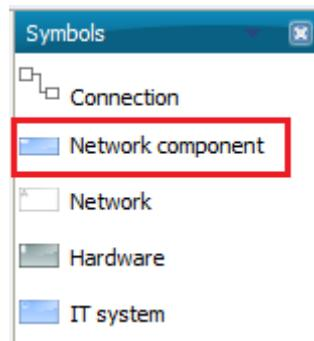
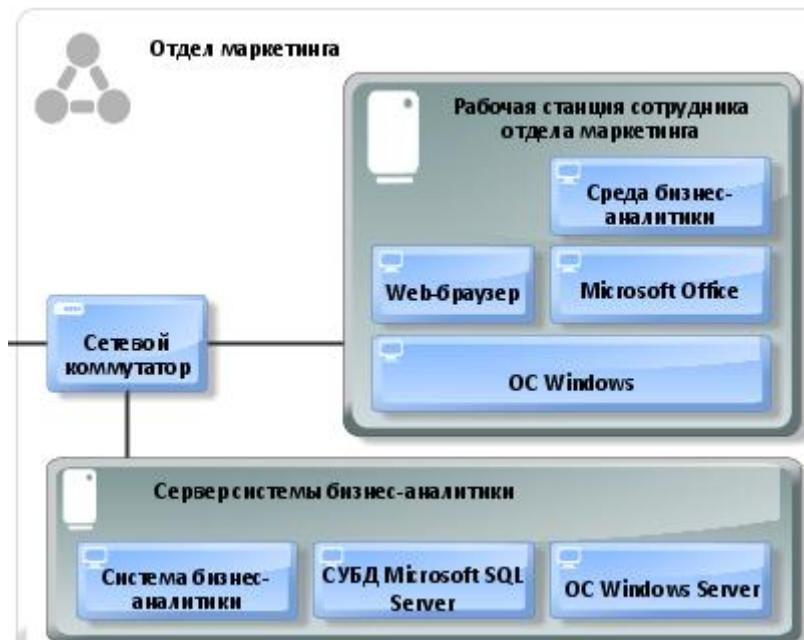

Рисунок 4.10
Рисунок 4.11
8. В область объекта «Отдел маркетинга» поместить объект «Hardware», назвав его «Рабочая станция сотрудника отдела маркетинга», в область которого, в свою очередь, необходимо поместить следующие объекты «IT system» (рисунок 4.11):
9. В область объекта «Отдел маркетинга» поместить объект «Hardware», назвав его «Сервер системы бизнес-аналитики», в область которого, в свою очередь, необходимо поместить следующие объекты «IT system» (рисунок 4.11):
10. В область объекта «Отдел маркетинга» поместить объект «Network component» (рисунок 4.10), назвав его «Сетевой коммутатор» и связав с остальными объектами следующим образом (рисунок 4.11).